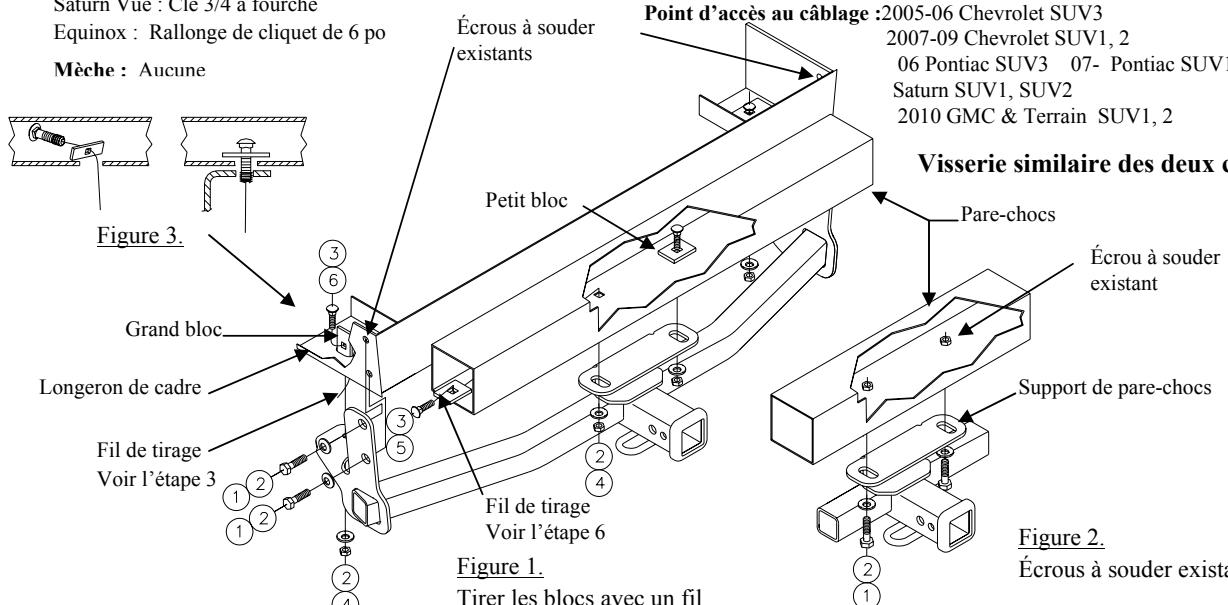

Figure 1.
4. Soulever l'attelage en position; lorsque nécessaire, soulever le support de montage du pare-chocs par-dessus le carénage. Installer les boulons et les rondelles coniques M12 dans les écrous à souder existants, en prenant soin de ne pas pousser les boulons dans le cadre de châssis, comme illustré à la figure 1.
6. **Saturn Vue:** À l'aide d'un fil de tirage, faire passer les boulons de carrosserie et les petits blocs à travers le bout du pare-chocs, puis à travers le support du pare-chocs. Installer une rondelle conique et un écrou. Voir la figure 1.